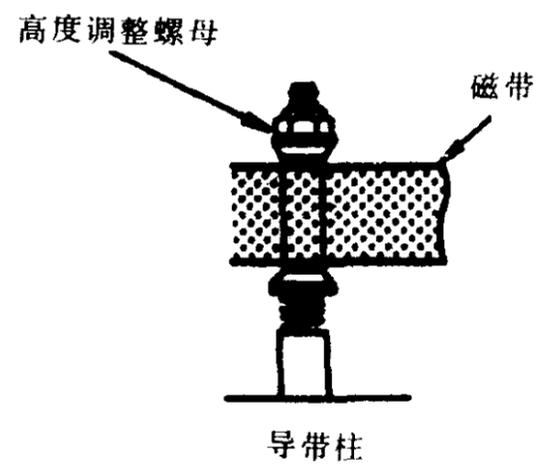

图 2-6
8. 在供带侧导带轮调整完毕之后，再调整导带柱，使磁带的运行状况如图2-6所示，接着按照供带侧的调整办法去调整收带侧导带轮。这时应先调节导带轮高度。
9. 查证磁带在阻尼轮上不发生卷曲或折皱（在重放和倒带两种状态下均如此）。如果在阻尼轮上磁带出现卷曲或折皱，可按图2-6的方法进行调整。